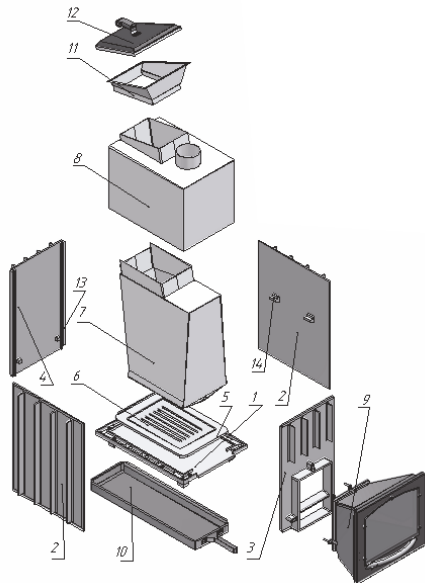

Рис.1. Схема сборки печи
5.2. В соответствии с определенной осью дымохода (см. п.6, п.7) и требованиями раздела 4 Настоящего Руководства, на подготовленном месте в парной установить основание (1) (см.рис.1).